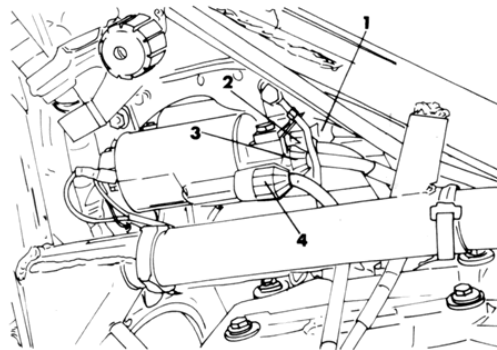

Bild 172
- Die Spulen nach Entfernen der Befestigungsschrauben abnehmen (Bild 172).